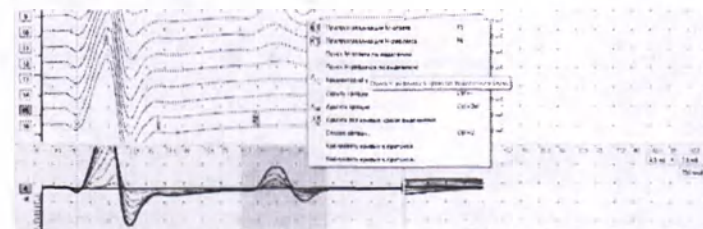

Рис. 161. Поиск Н-рефлекса по выделению
2. Для быстрого поиска Н-рефлекса в окне суперпозиции кривых выделите область поиска Н-рефлекса, нажатием правой кнопки мыши вызовите контекстное меню и выберите в нем пункт «Поиск Н-рефлекса по выделению» (рис. 161).